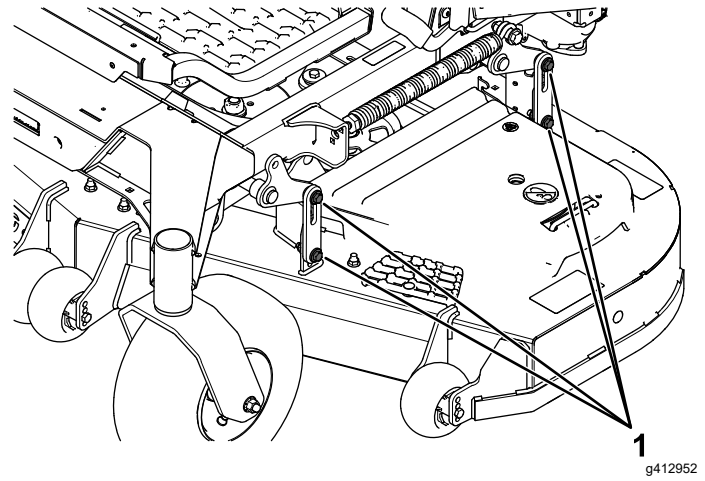

Figura 89
16. Afloje las contratueras (Figura 89) en las 4 esquinas y asegúrese de que la carcasa de corte queda bien asentada sobre los 4 bloques.